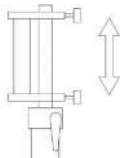

fig. 5
- 3 Stel de hoogte van de ontvanger in door de buis omhoog of omlaag te bewegen (afb. 5). Bij gebruik van een dubbel systeem moet u ervoor zorgen dat beide ontvangers op dezelfde hoogte staan door de afstand van de centrale LED's van de ontvanger tot de onderkant van de mast te meten met een meetlint.